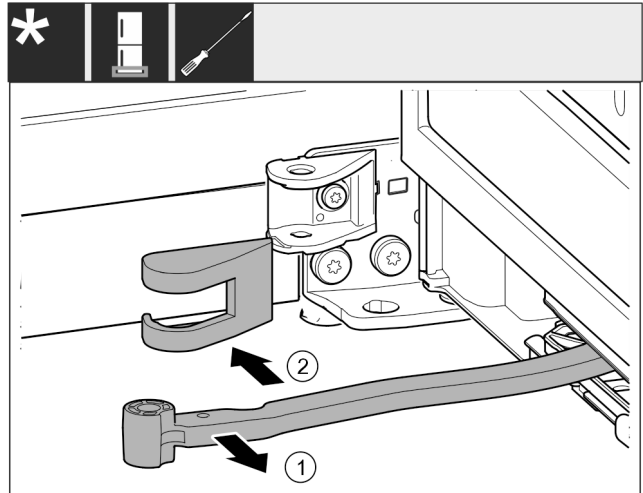

Fig. 18
▶ 将铰链 Fig. 18 (1)转向门的方向。
▶ 移除托架盖 Fig. 18 (2)。